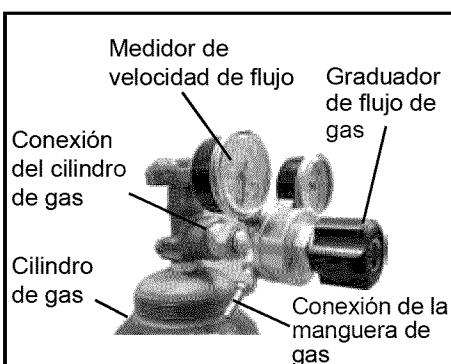

Fig. 9
2. Conecte el otro extremo de la manguera de gas a la conexión de la manguera de gas ubicada en el regulador/medidor de flujo suministrado (Fig. 9).
aproximadamente 20 CFM en el medidor de velocidad de flujo (Fig. 9). Asegúrese de estar leyendo la escala correcta del medidor. NOTA: Abra despacio la válvula del cilindro girándola en sentido contrario al de las agujas del reloj, hasta que el manómetro del cilindro se muestre en el primer medidor del regulador. Gire lentamente la perilla de ajuste en el sentido de las agujas del reloj (derecha) para aumentar el flujo de gas a 20 cfm. Para reducir el flujo de gas, gire la perilla de ajuste en sentido contrario al de las agujas del reloj (izquierda). Cuando se active el gatillo debe escucharse el flujo de gas. De no haber flujo de gas, se generará un arco desarmónico con exceso de salpicaduras, y será difícil obtener un cordón de soldadura uniforme. Evite la pérdida innecesaria de gas cerrando la válvula del tanque cuando termine de soldar.